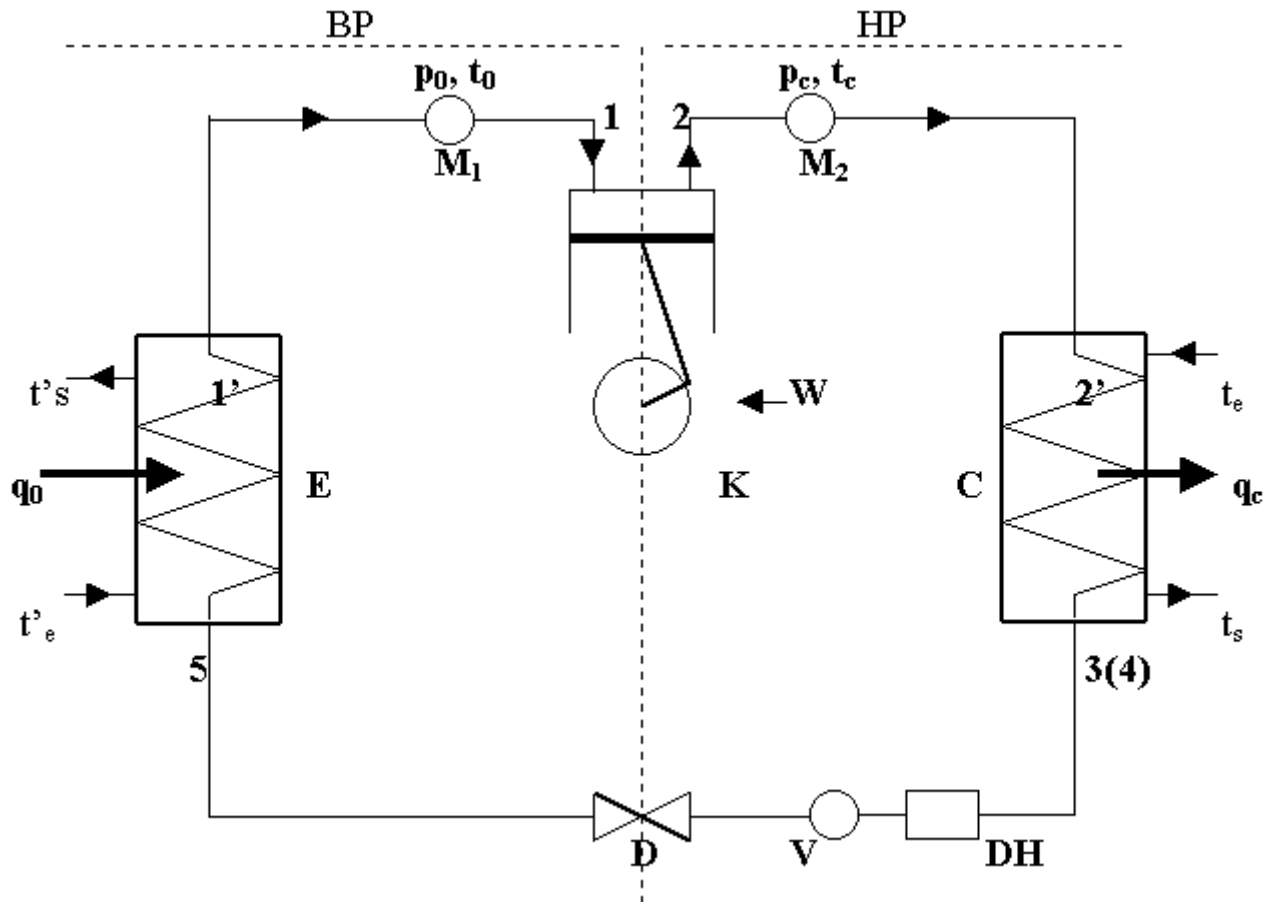

Fig. 1 : Schéma d'une machine frigo (masse de 1kg de fluide)
Une machine frigo (MF) comprend principalement quatre éléments principaux et divers accessoires (**Fig. 1**).